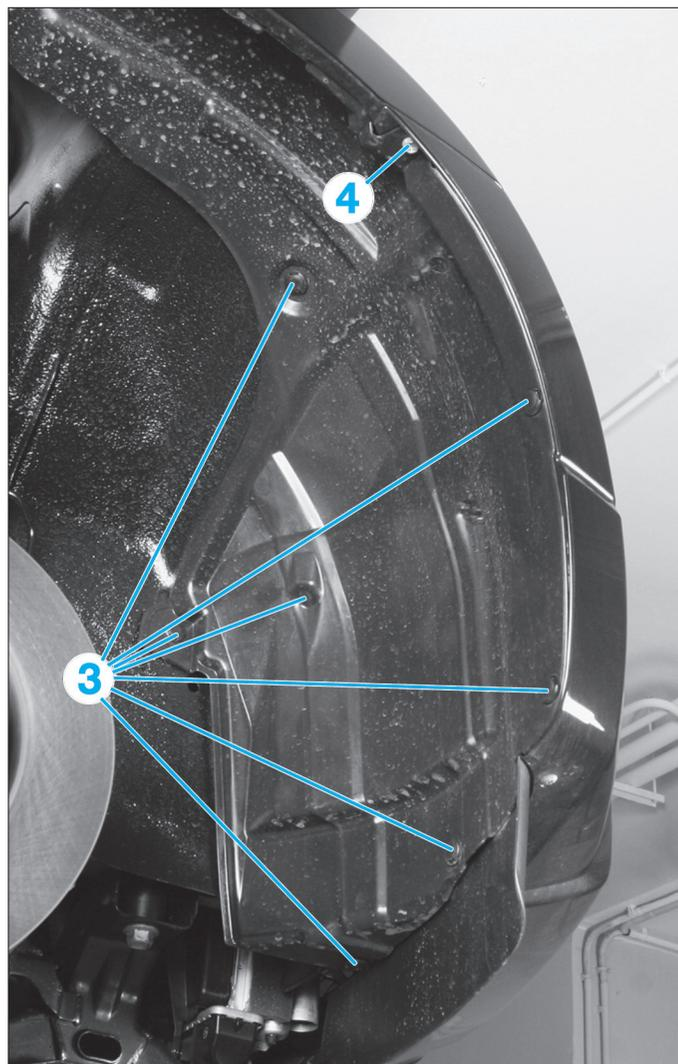

FIG. 5
- les agrafes (3) de fixation du pare-boue (**Fig.5**).
- la vis de fixation (4) située à droite et gauche du bouclier.